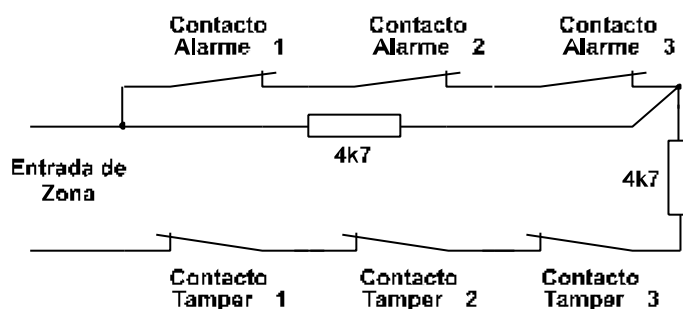

Figura 2. Ligação conjunta de alarme e tamper
**Circuito de zona dupla:** O alarme e o tamper são colocados na mesma zona. A zona tem duas resistências de 4,7 kOhm (fim de linha + monitorização) para diferenciar entre o alarme e o tamper. A figura 2 mostra como se ligam. Programe o menu de 'Zonas' como 'Loop tipo: Dupla'.